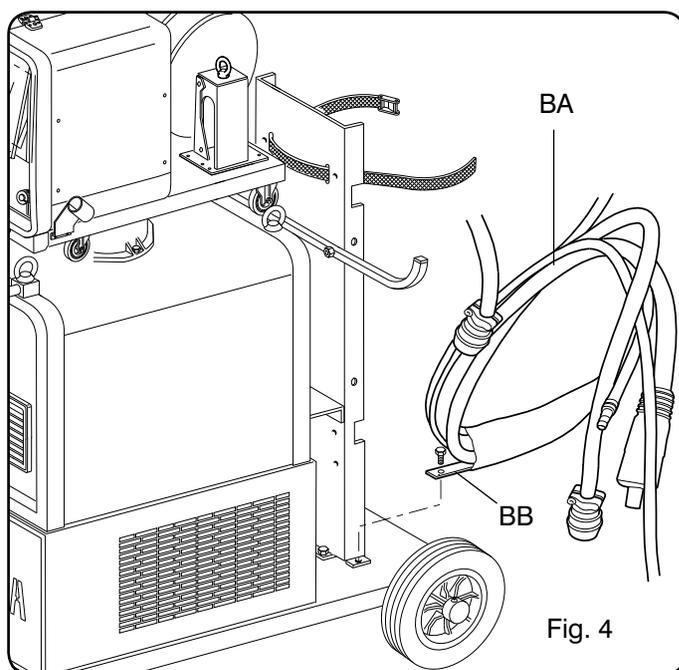

Fig. 4
- Fixar a extremidade da conexão **BA**, com a lingueta **BB** no fundo da máquina, como ilustrado na Fig. 4.